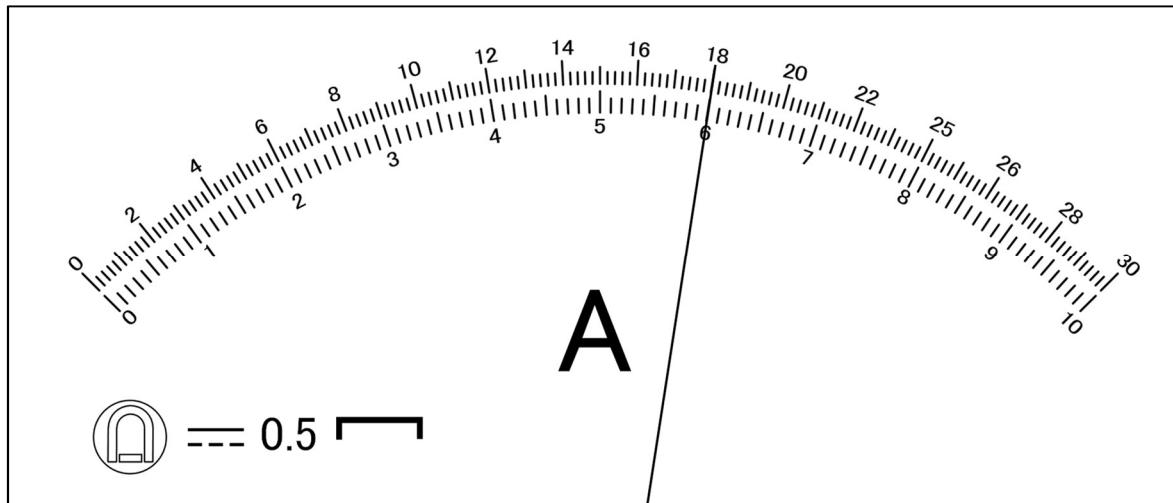

図3-2
設問2 図3-2は、ある回路の電流を電流計で測定したときの様子である。使用した電流レンジは3Aである。この測定について以下の(1)、(2)の記述の(⑤)～(⑦)にあてはまる最も適切なものを解答群からそれぞれ一つずつ選び、記号ア～エで答えなさい。